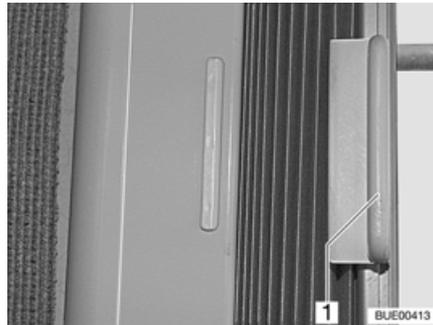

Fig. 37 Estor plegable
- Sujetar el estor plegable por el mango (Fig. 37,1) y correr hacia la izquierda o hacia la derecha.